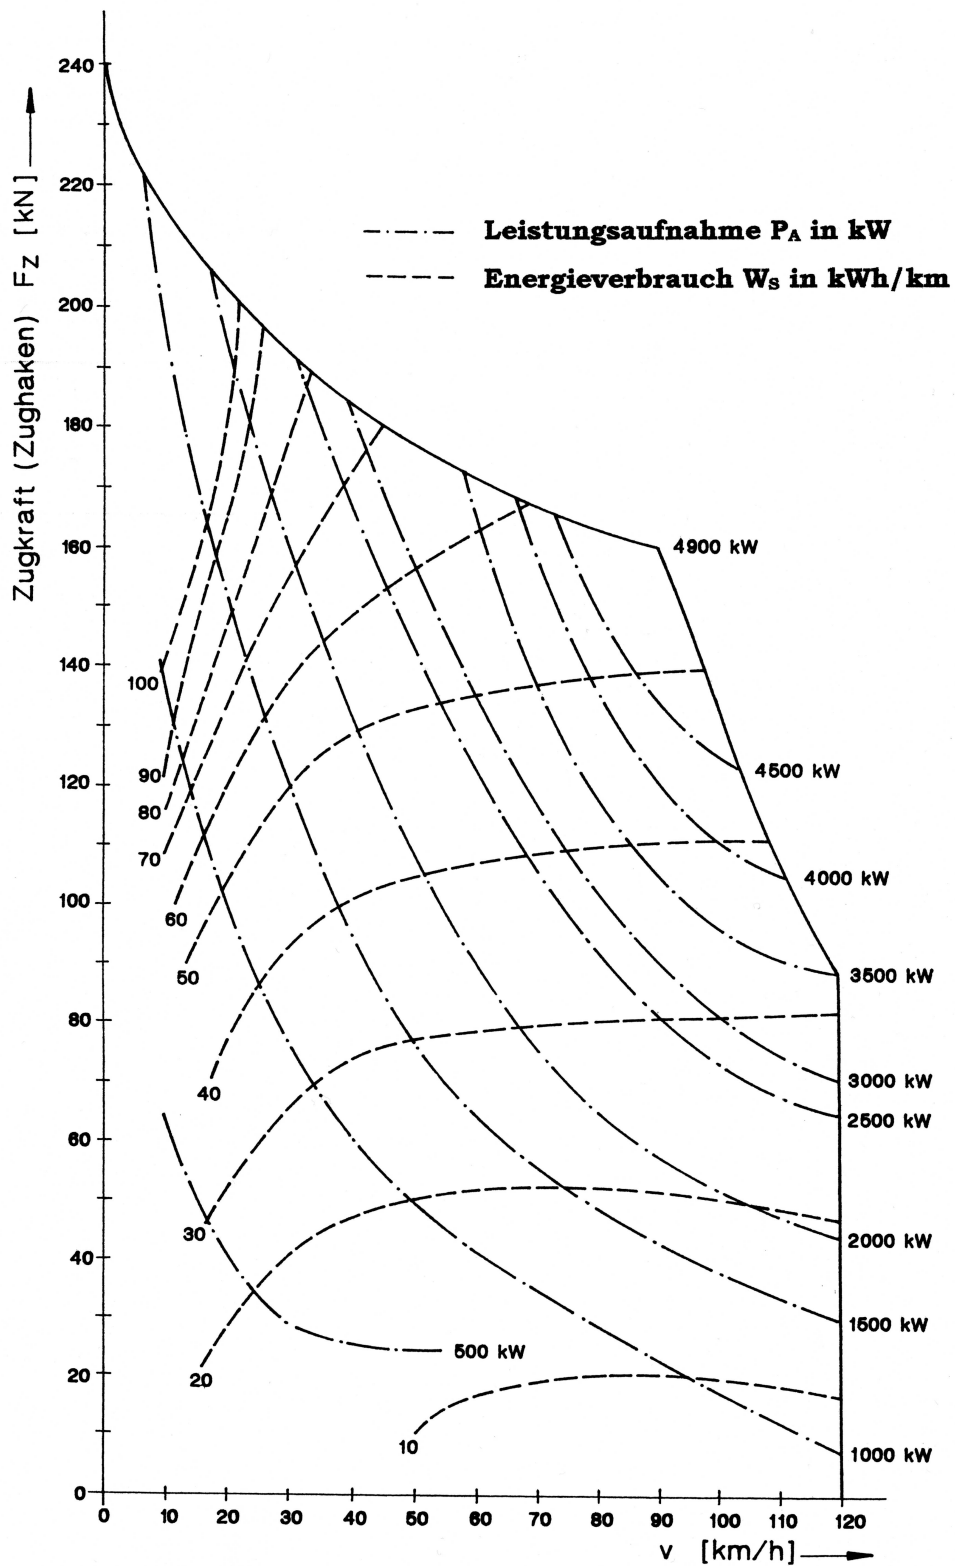

Abbildung 6.2: Kennlinienfeld Ellok Typ 2 (konventionelle Antriebstechnik), **Bezugspunkt: Zughaken**
- Ermitteln Sie unter Zuhilfenahme des Kennlinienfeldes (siehe Abbildung 6.2) den Energiebedarf sowie den durchschnittlichen Energiebedarf pro km und pro tkm (Bezug: Wagenzugmasse) für die betrachtete Gesamtstrecke.